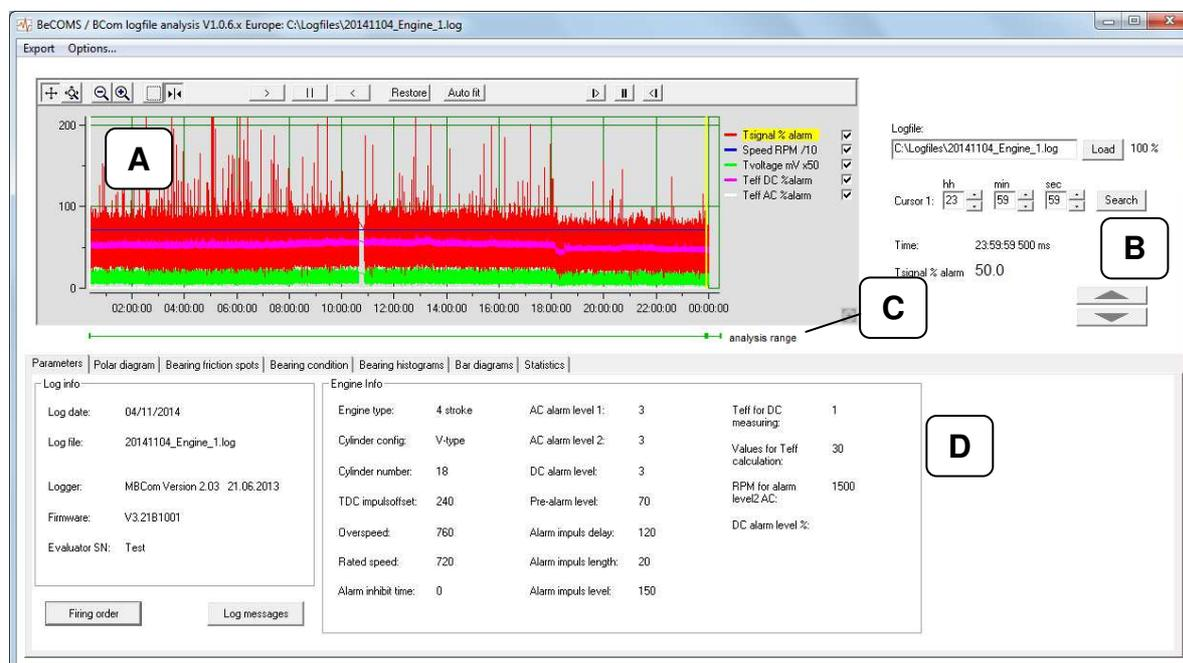

图 4 BeCOMS 日志文件分析窗口
1.1. Linear plot 线性图(图 4, A)
1.2. Time cursor controls and view mode switching 时间光标控制和视图模式切换 (图 4, B)
时间光标控件显示在图 4 的右边（光标 1 组具有 hh 时、min 分、sec 秒字段），并允许更改主光标的位置。若要将光标置于选定的时间点，请单击“**Search** 搜索”按钮。
1.3. Analysis range 分析范围(图 4, C)
线性图下方的水平条是时间范围指示器，用于附加的分析图，在下部的选项卡（图 4, D）中显示。
1.4. Additional diagrams 附加图(图 4, D)